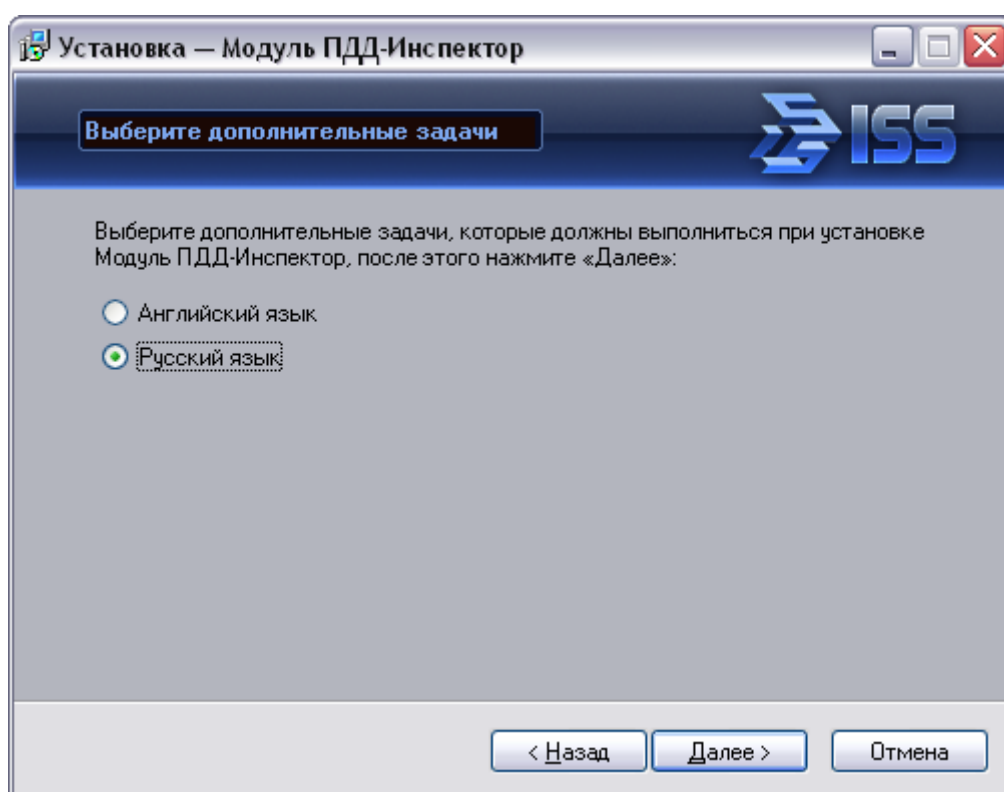

Рис. 8. Выбор языка интерфейса Модуля
6. Выберите язык интерфейса Модуля (см. рис. 8). Нажмите кнопку **Далее** для продолжения.